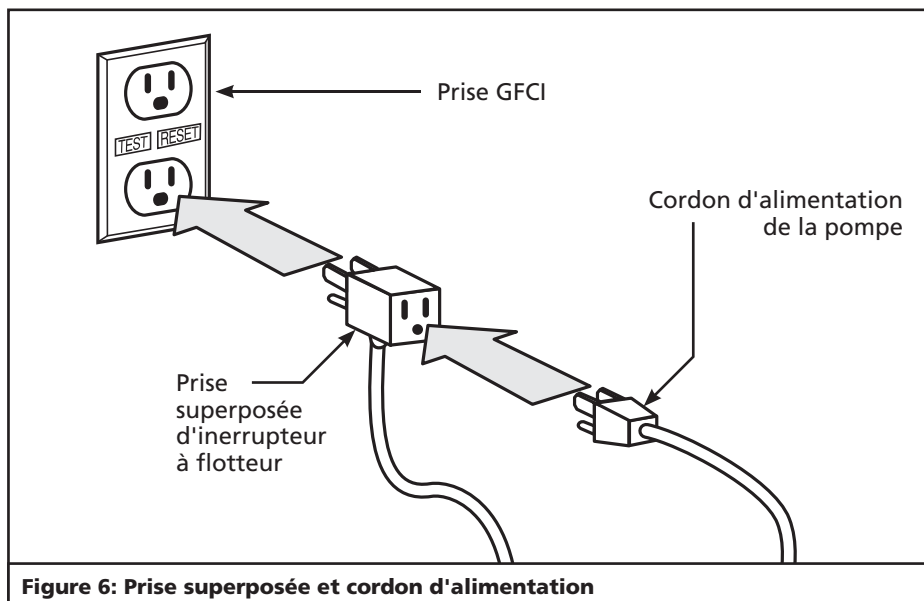

Figure 6: Prise superposée et cordon d'alimentation
- Insérer la fiche du cordon de la pompe directement à l'arrière de la fiche du cordon de l'interrupteur à flotteur (Voir la Figure 6).